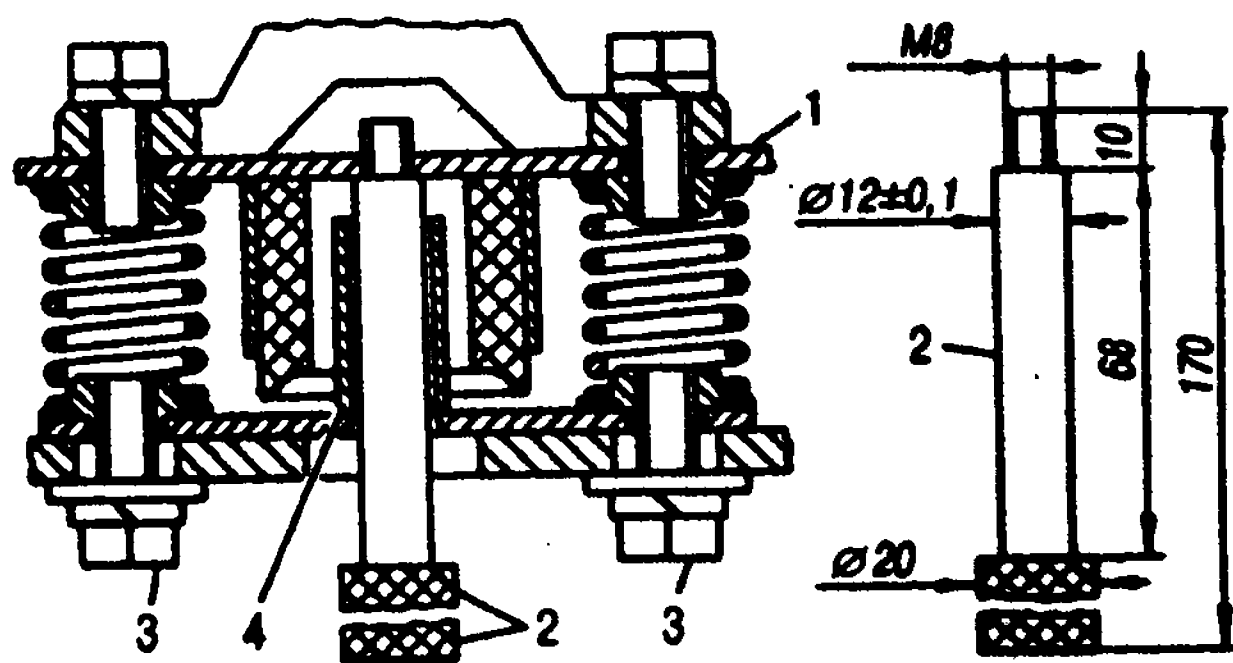

Рис. 6.57. Установка задней опоры двигателя: 1 - пластина; 2 - оправка; 3 - болты; 4 - втулка
2. Вставить оправку (рис. 6.57) во втулку нижней пластины и вернуть до упора в верхнюю пластину задней опоры.